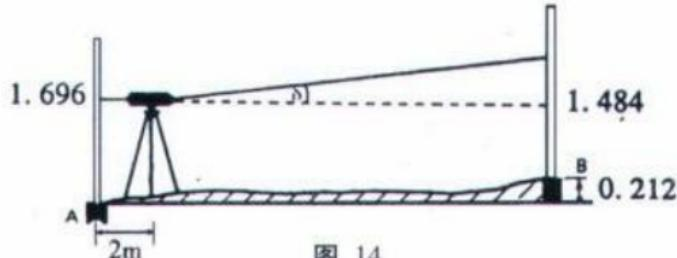

图 14
5.2.2 仪器安置在离 A 点 2m 处，读取 a_2, b_2 (如图 14)。